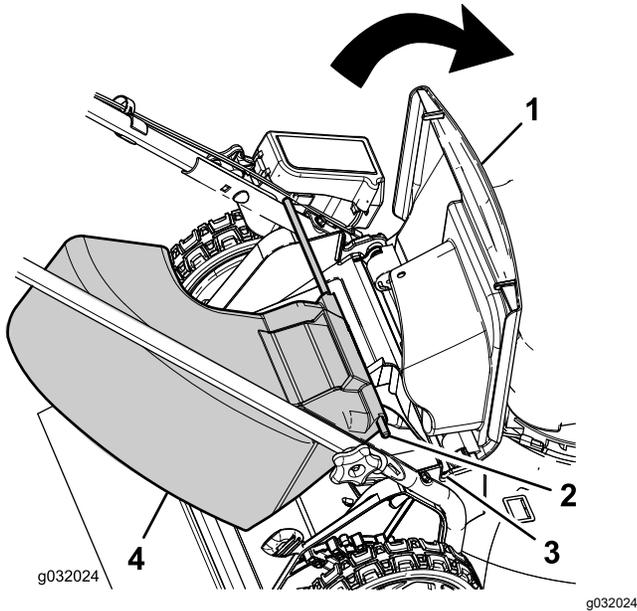

Figura 14
1. Levante el deflector trasero (Figura 14).
2. Introduzca los extremos de la varilla del conducto de descarga lateral en las muescas de los soportes del manillar (Figura 14).